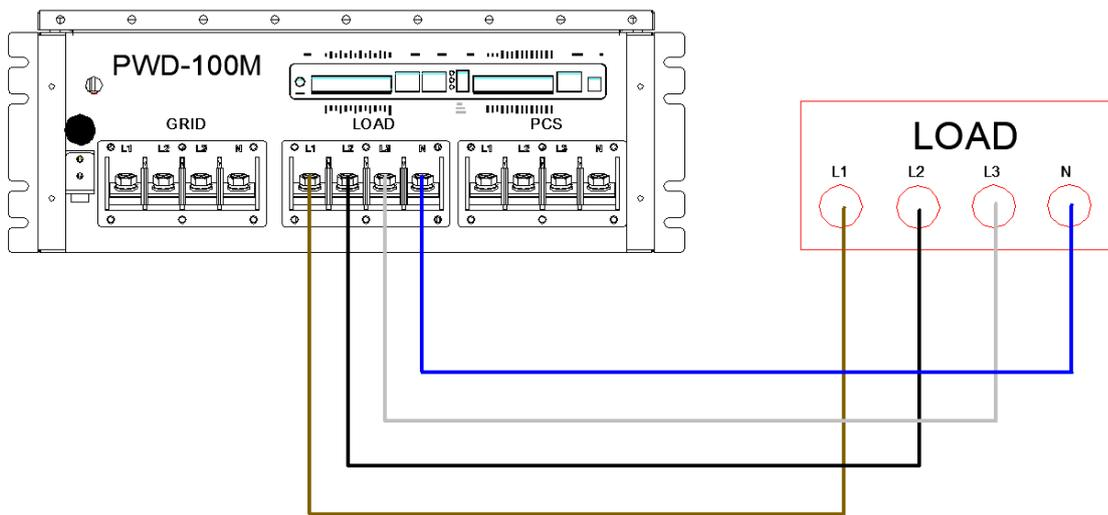

Abb. 4-27. Verkabelung zwischen ATS und Last
3. Verbinden Sie die Phasen L1 / L2 / L3 / N der Last-Seite des ATS jeweils mit den Phasen L1 / L2 / L3 / N der Last (siehe Abbildung 4-27) und achten Sie dabei darauf, dass die Verdrahtung in der richtigen Phasenfolge erfolgt und fest angezogen ist;